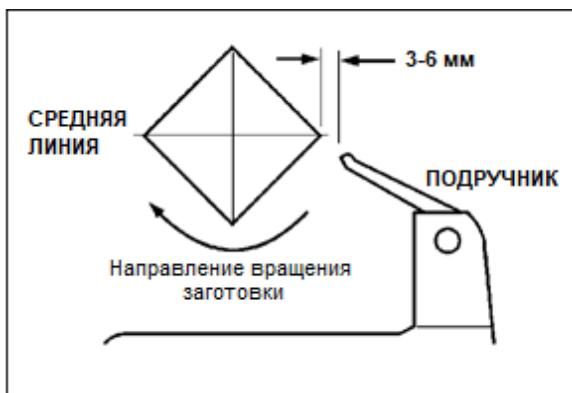

Рисунок 10-5
- Установите подручник в рабочее положение. Расположите его параллельно заготовке чуть ниже линии центров и на расстоянии примерно 3-6 мм от углов заготовки, чтобы она могла поворачиваться, как показано на Рис. 10-5. Зафиксируйте основание подручника на станине.